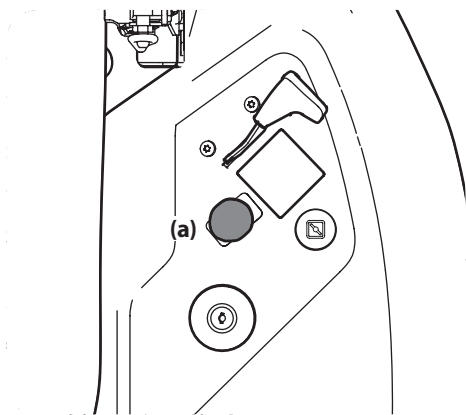

Figure 3-13
2. Tirez le bouton de la prise de force (a) vers le haut à la position embrayée (ON). Voir Figure 3-13.